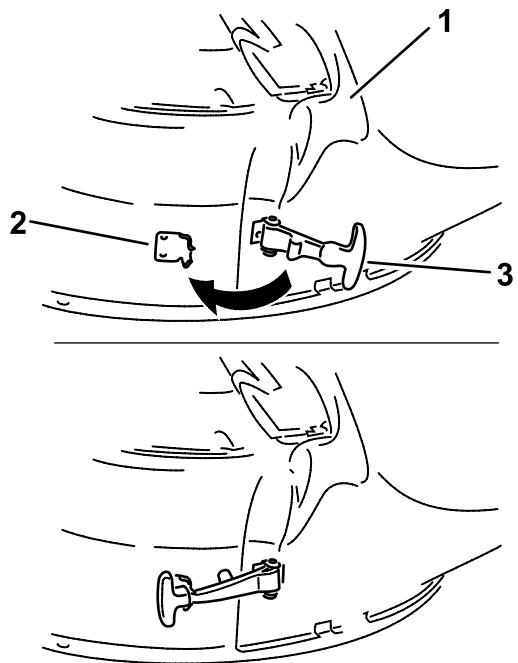

図 23
7. シュートのフレキシブルラッチを、デッキに溶接してある留め金に引っ掛ける図 23。